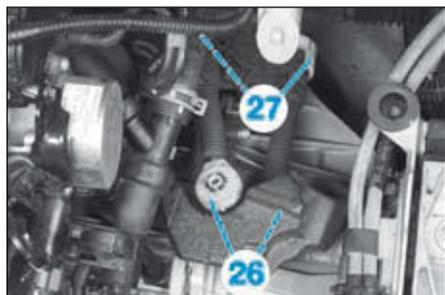

FIG.111
- les rotules des câbles de commande de boîte de vitesses (26) (Fig.111),
- les câbles de commande des supports (27).